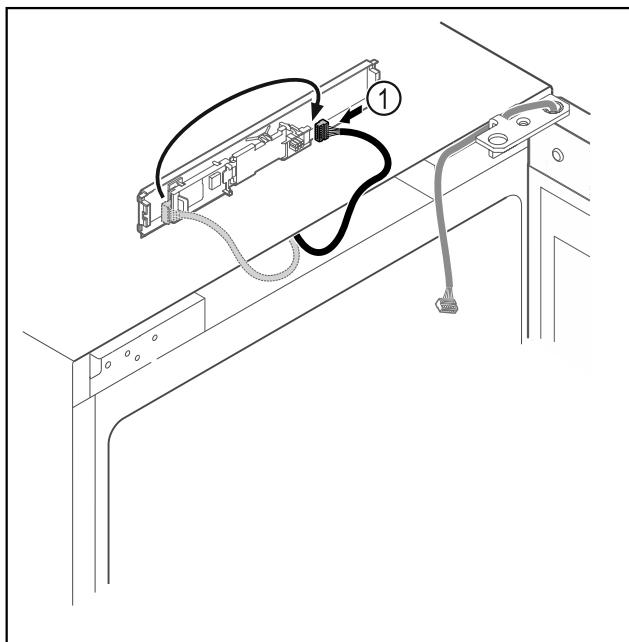

Fig. 20
- Переставьте штекер Fig. 20 (1) на панели.